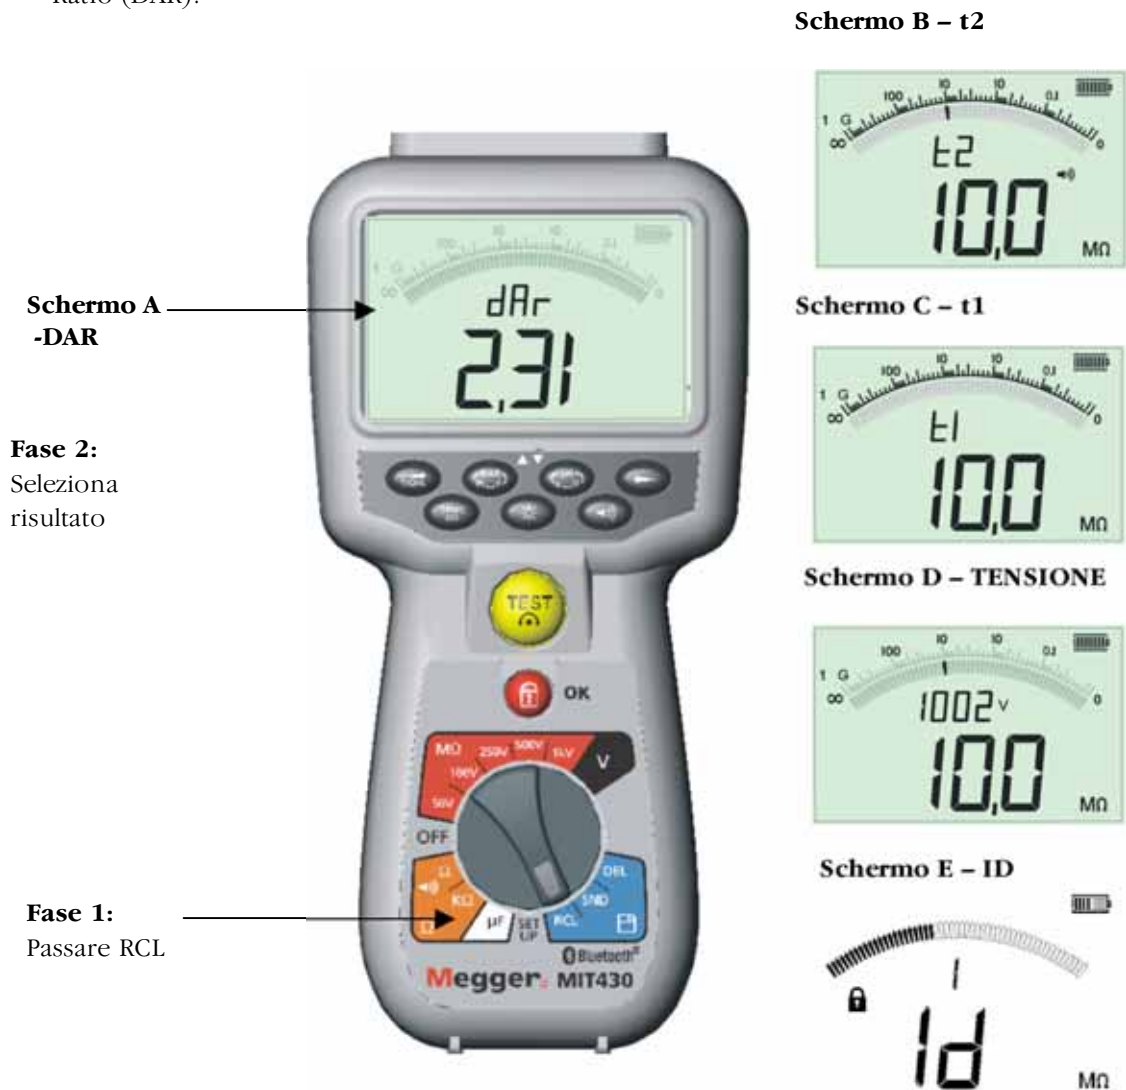

Figura 15 Richiamo dei risultati DAR
3. Sarà visualizzato il risultato del test. Per scorrere lungo le diverse misurazioni utilizzate per calcolare il rapporto PI o DAR, usare i tasti [▼]. Vedere figura 15, schermate da B a E.